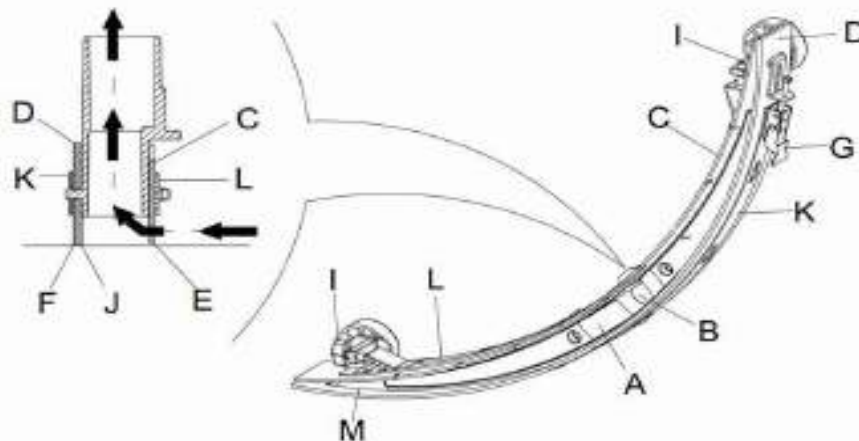

Figura 10
2. Premere l'interruttore (38) in posizione "O" per spegnere l'apparecchio.
3. Svitare il pomo di fissaggio (16) del tergilpavimento; staccare il connettore che collega il tubo di drenaggio del tergilpavimento, e staccare il tergilpavimento.
4. Usare la manopola di sollevamento del tergilpavimento (14) per sollevare il telaio di supporto del tergilpavimento.
5. Pulire il tergilpavimento (**Figura 10**). Pulire in particolare la scanalatura (**A, Figura 10**) e rimuovere sporcizia e frammenti dal tubo di aspirazione. Verificare che la lama frontale del tergilpavimento (C) e la lama posteriore del tergilpavimento (D) siano intatte, e se ci sono bordi incrinati o fessure. Cambiarli se necessario (fare riferimento ai passi nella sezione successiva).
1. Seguire le modalità riportate nella sezione precedente per pulire il tergilpavimento (**Figura 10**).
2. Verificare il bordo (**E, Figura 10**) della lama frontale del tergilpavimento e il bordo (F) della lama posteriore del tergilpavimento (D). Lungo l'intera lunghezza, dovrebbero essere allo stesso livello. Altrimenti, regolarne le altezze attraverso la seguente procedura.
- Aprire il gancio (G) per far sì che la lama posteriore (D) si stacchi dal supporto (M) per la regolazione della posizione del tergilpavimento. Quindi bloccare di nuovo il gancio.
- Allentare la manopola (I) per regolare la lama anteriore (C); stringerla dopo la regolazione.
3. Verificare se la lama frontale (C) e la lama posteriore del tergilpavimento (D) sono intatte e se vi sono incrinature o fessure. Se necessario, cambiarle nel seguente modo. Verificare se il bordo